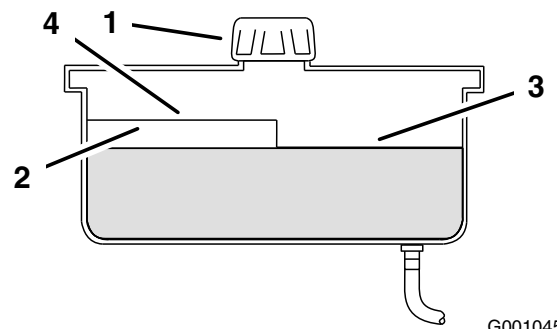

Figura 54
4. Limpie alrededor del cuello de llenado y el tapón del depósito de aceite hidráulico (Figura 54).
5. Retire el tapón del cuello de llenado. Mire dentro para comprobar el nivel de aceite en el depósito. (Figura 54).
- Nota:** El nivel de aceite debe llegar a la parte superior del nivel caliente del tabique cuando el aceite está caliente (Figura 54).